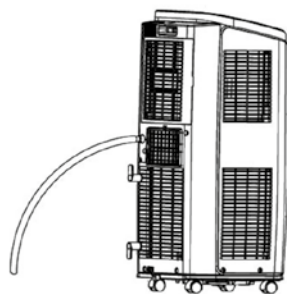

Figura 16
- Conecte una tubería de agua (no suministrada) al racor (véase la figura 16).